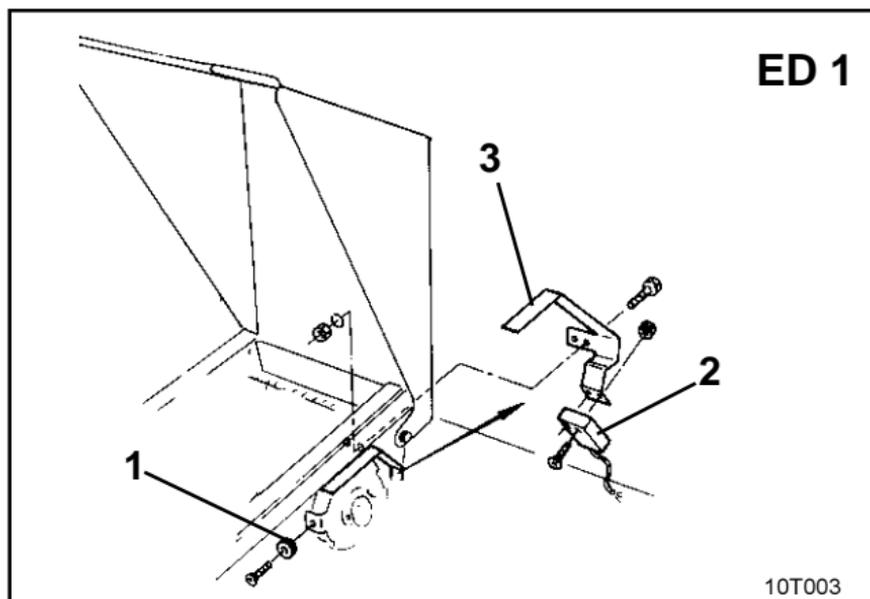
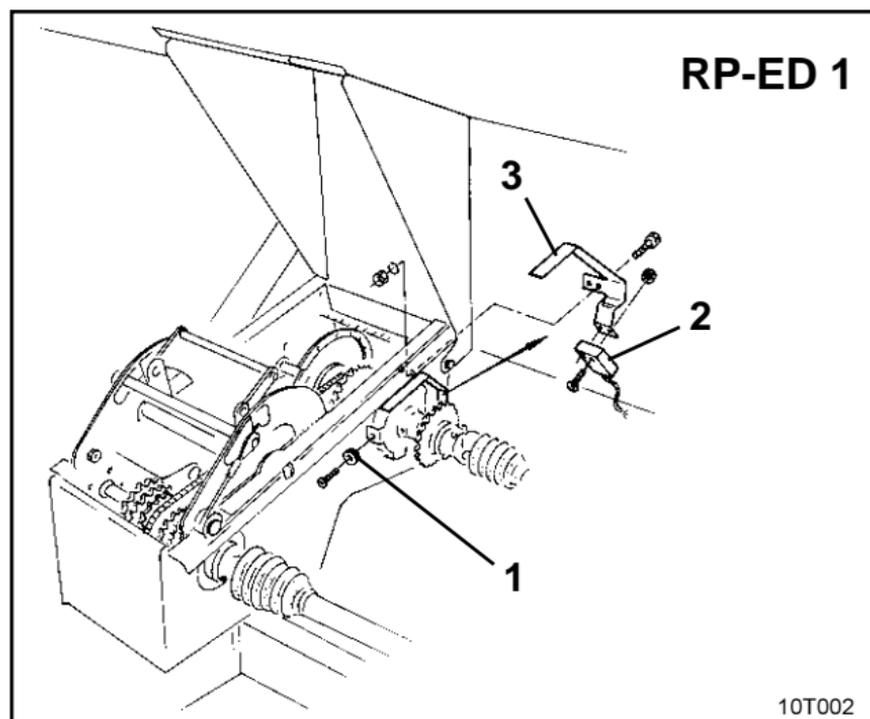

Fig. 9.6
Fig. 9.7
Sur les semoirs **ED 1** (fig. 9.6) ou **RP-ED 1** (fig. 9.7), fixez le capteur et l'aimant à l'entrée du boîtier de vitesses, en procédant comme suit :
- vissez l'aimant (fig. 9.6/1 ou fig. 9.7/1) sur le disque émetteur d'impulsions de l'arbre d'entrée du boîtier en utilisant des vis-tôles M4 x 10.
- Avant de procéder à la fixation du capteur, dévissez le support à impulsions (fig. 9.6/3 ou fig. 9.7/3) puis revissez le après fixation du capteur.
- Vissez le capteur (fig. 9.6/2 ou fig. 9.7/2) sur le support à impulsions (fig. 9.6/3 ou fig. 9.7/3).